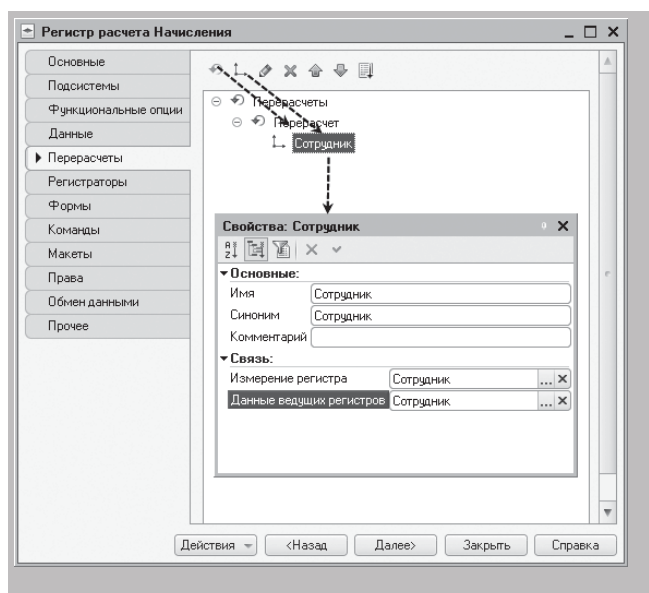

Рисунок 26.3 - Перерасчеты регистра
- данные ведущих регистров – выберем то же самое измерение **Сотрудник** регистра расчета **Начисления** (рисунок 26.3).